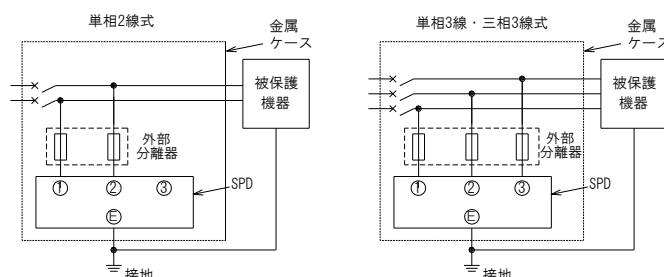

図1. SPDの取り付け回路
- ①盤、ケース等に収納してください。
- ②SPDは図1に示す様に取り付けてください。また外部分離器を取り付ける場合は、SPDの一次側に取り付けてください。
(4) 保護等級IP20を確保するために、圧着端子は、絶縁被覆付きを使用、又は絶縁被覆付きでない場合は、絶縁チューブを被せて導通部が露出しないようにしてください。銅バーの場合も同様の絶縁処理を行ってください。
(5) SPDの接地は、分電盤の接地を行ない、分電盤内の接地端子に接続してください。保護効果をあげるために機器の接地線は、分電盤の接地端子に接続してください。分電盤接地端子に接続できない場合、分電盤接地線と機器の接地線を接続して1点で接地してください。分電盤接地線と接続しない場合、機器を保護できない場合があります。(図1を参照)